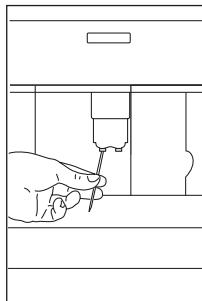

Abb. 34
- Überprüfen Sie regelmäßig, ob die Öffnungen am Kaffeeauslauf verstopft sind. Entfernen Sie etwaige Kaffeerückstände mit einem Zahnstocher (Abb. 34).